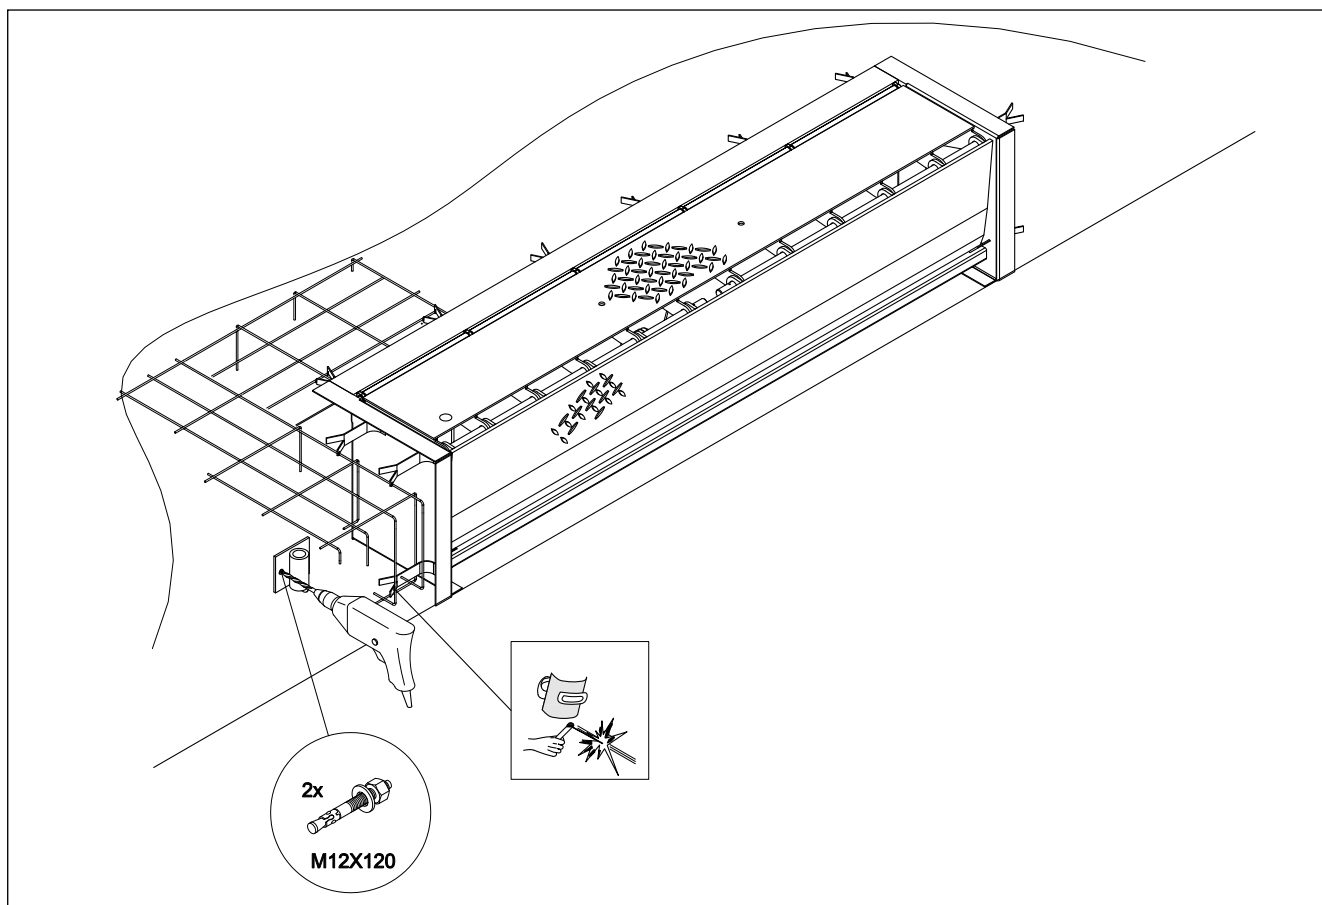

Рис. 2: Конструкция MLS для заливки бетоном в опалубку, установленную заказчиком
6.3.2 Тип MLS: заливка в подготовленную заказчиком опалубку, см. Рис. 2